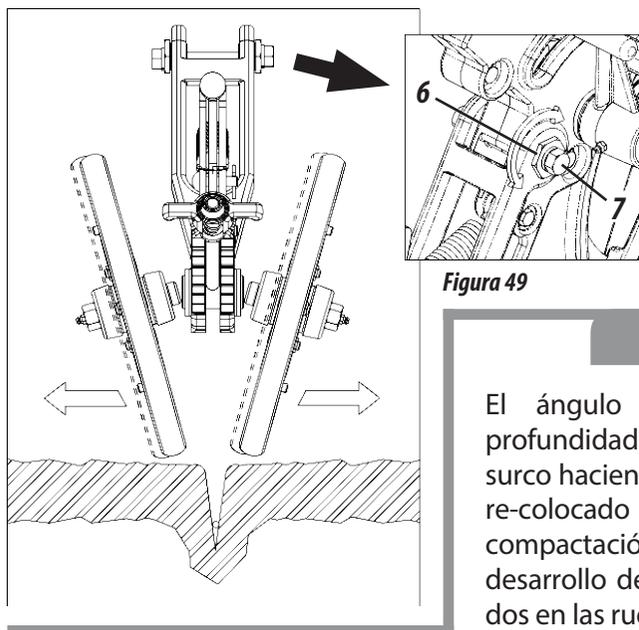

Figura 49
- 1- Suelte los tornillos (7), gire los referidos bujes (6), con una llave para actuación de las ruedas y alineamiento de las mismas con surco posicionando mayor o menor cantidad de suelo lateralmente para la semilla, **conforme muestra la figura 49.**